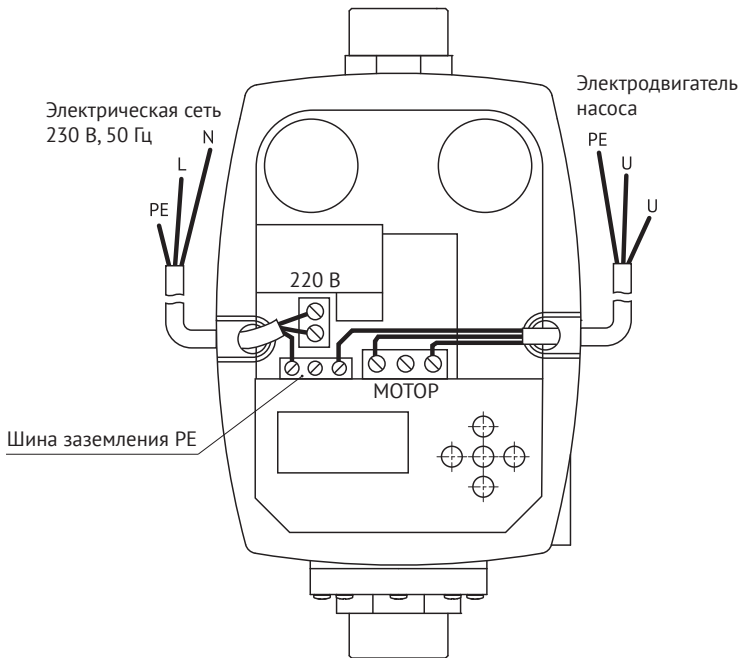

Рис.5. Электрическая схема подключения
2. Подключите фазную (L) и нулевую (N) жилы сетевого кабеля с вилкой к клеммной колодке «220 В» инвертора (см. рис. 5). Заземляющую жилу (PE) подключите к шине заземления.
5. Подключите фазную (L) и нулевую (N) жилы кабеля насоса к крайним контактам клеммной колодки «МОТОР» инвертора (см. рис. 5). Заземляющую жилу (PE) подключите к шине заземления.